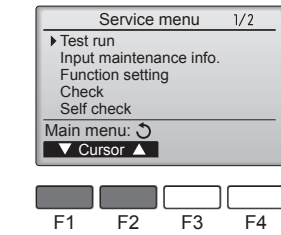

Fig. 7-3
③ [F1] veya [F2] düğmesi ile "Test run" (Test çalıştırma) ögesini seçin ve düğmesine basın. (Fig. 7-3)